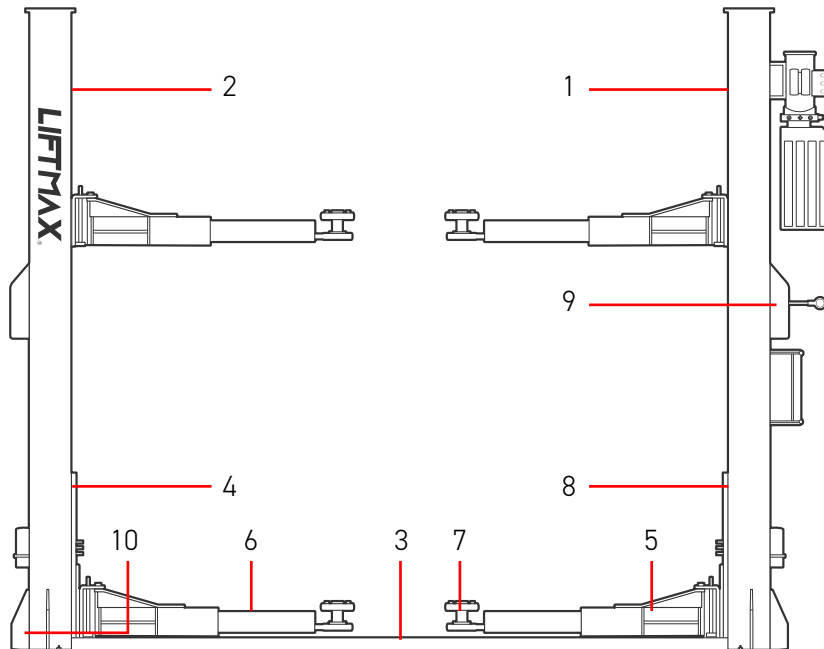

Abb. 4
1.1 FESTE STRUKTUR (ABB. 4)
1.2 BEWEGLICHE EINHEITEN (SIEHE ABB. 4)
1.3 HEBEINHEIT (SIEHE ABB. 4)